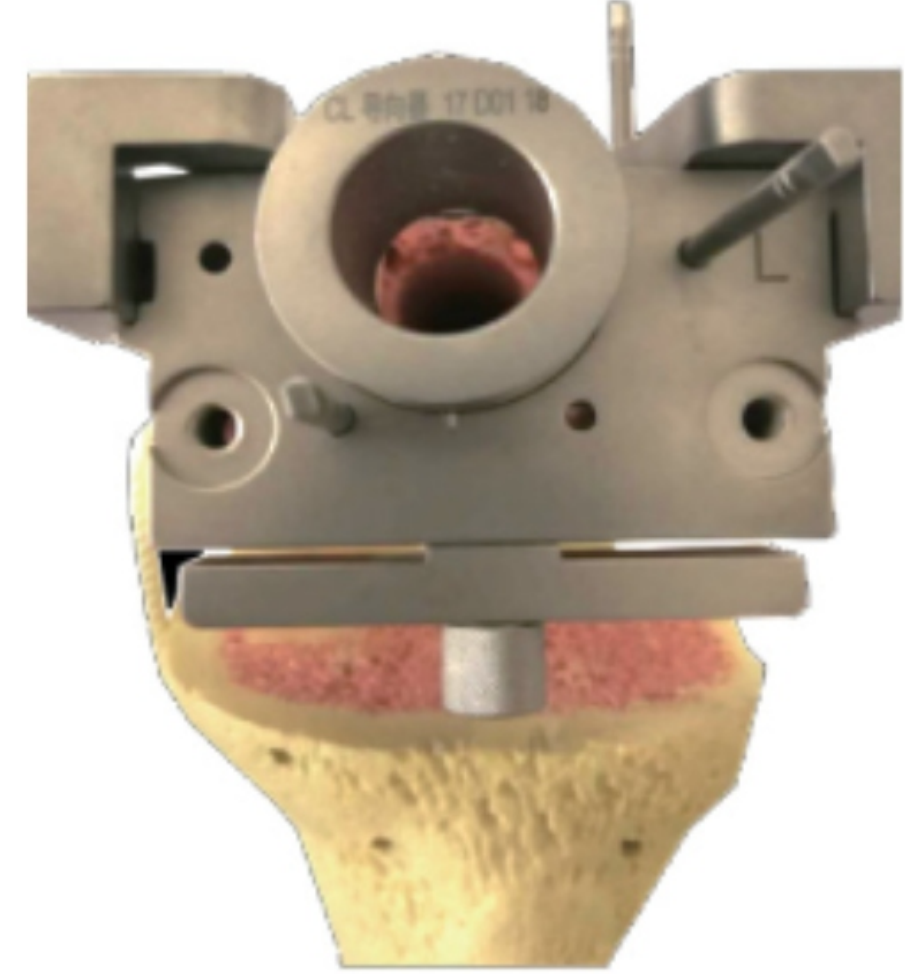

FIG. 20: OSTEOTOMÍA CONDÍLEA POSTERIOR
g. Se instaló la placa de osteotomía condílea posterior y se realizó la osteotomía (Fig. 20). *Atención: los ligamentos colaterales deben protegerse durante la osteotomía.*